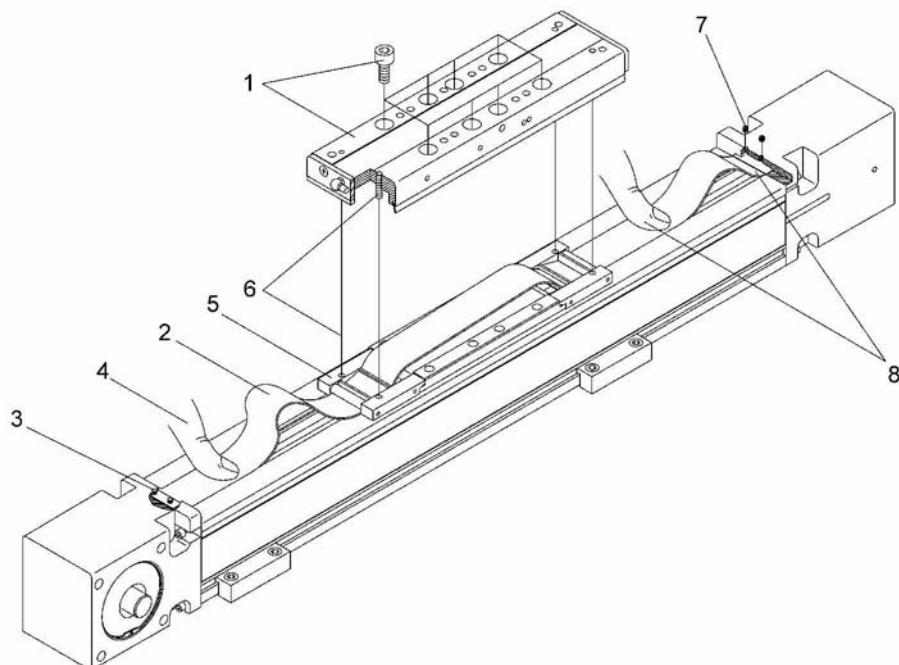

Bild 9:
1. Bild 9: Befestigungsschrauben der Kraftbrücke entfernen und komplette Kraftbrücke senkrecht nach oben vorsichtig abheben. Achtung: Die Bandniederhalter sollen auf dem Rohrprofil liegen bleiben!